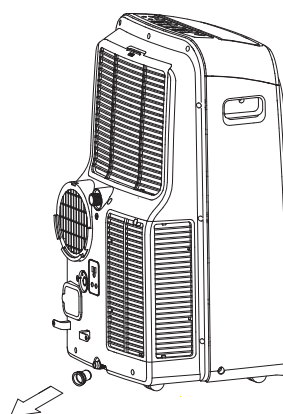

Fig. 22
Mover cuidadosamente la unidad hacia la ubicación del desagüe, quitar el tapón de desagüe inferior y dejar correr el agua (Fig. 22). Reinstalar el tapón de desagüe inferior y reiniciar la unidad hasta que el símbolo "P1" desaparezca.
- Quitar el tapón de la salida de desagüe inferior, toda el agua en la bandeja inferior drenará hacia afuera (Ver Fig. 22).